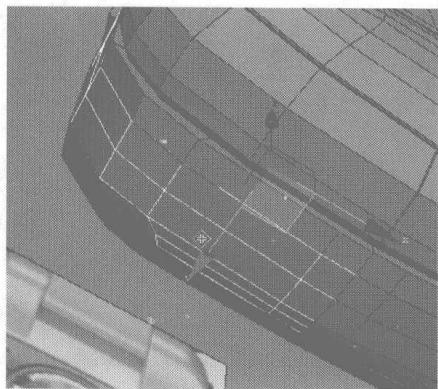
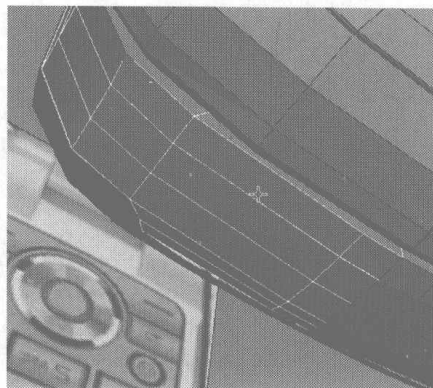

图 4.328
图 4.329
- 10** 选择如图 4.328 所示的面，再单击右键，在弹出的快捷菜单中选择 Attach 命令，在视图中选择如图 4.329 所示的面并将其合并。